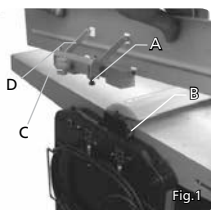

Fig.2
- Apriete el tornillo de sujeción (Fig. 2).